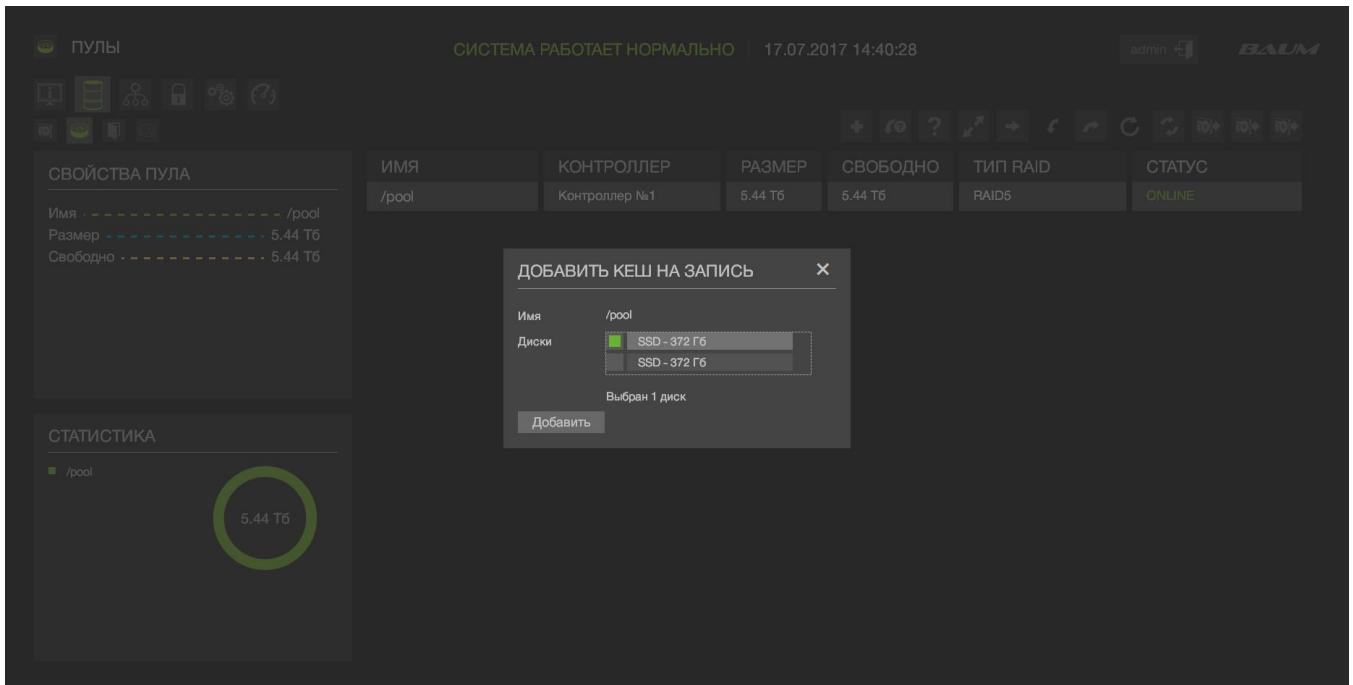

Рисунок 24 – Добавление в массив кэша на запись
- 5) Нажать на кнопку «Добавить»(см. Рисунок 24).